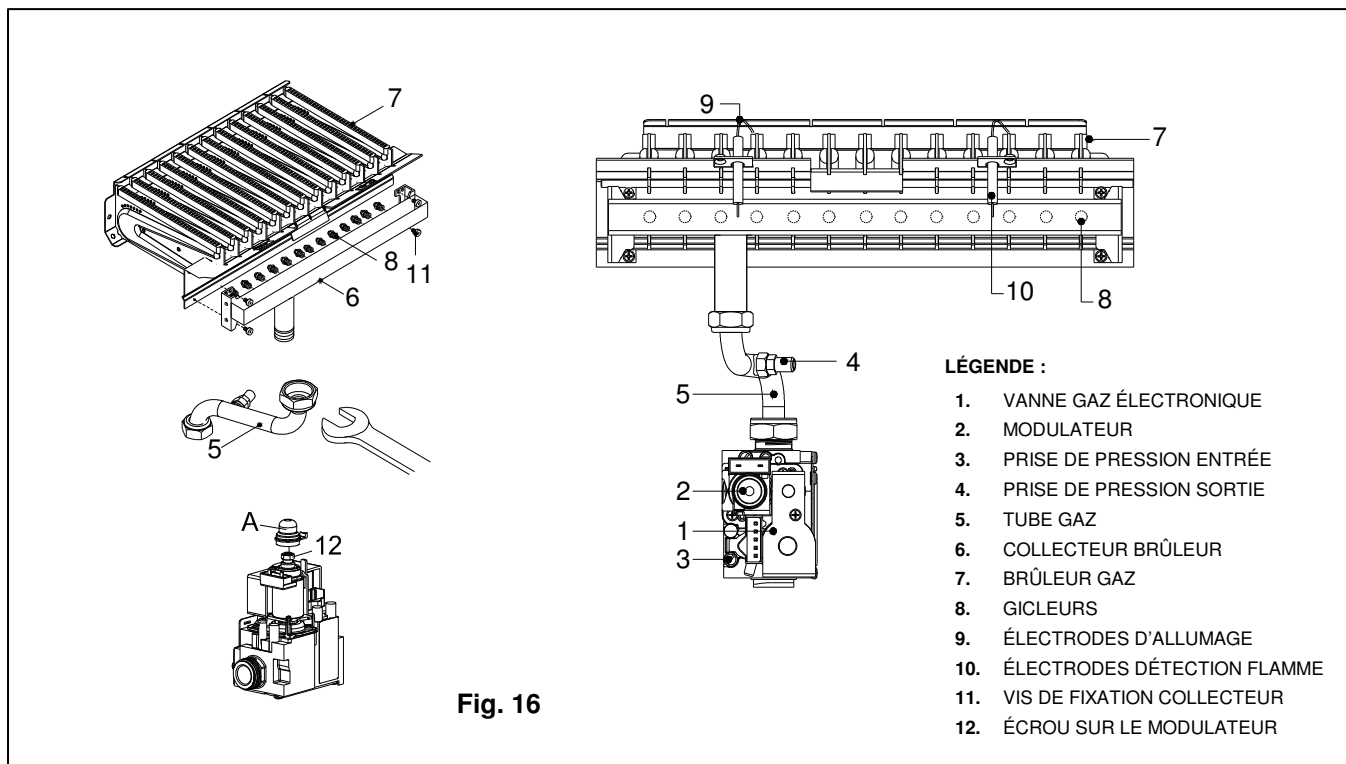

Fig. 16
Pour effectuer la transformation, agir de la façon suivante (voir fig. 16) :
8. en cas de transformation MÉTHANE – GPL, enlever le bouchon A du modulateur (fig. 16) et visser à fond l'écrou « 12 » à l'aide d'une clé ouverte de 10; mesurer la pression d'entrée de la vanne en introduisant un manomètre dans la prise de pression d'entrée « 3 » avec le brûleur allumé, puis régler le réducteur de pression de réseau selon le « 5.5 Tableau des données / pression gaz » (Pression nominale d'alimentation). en cas de mélange de gaz G30 – G31, régler l'entrée à la pression du G31. Pour régler la pression minimale mécanique, voir le chapitre « 5.4 Réglage de la vanne du gaz », et enlever le diaphragme.